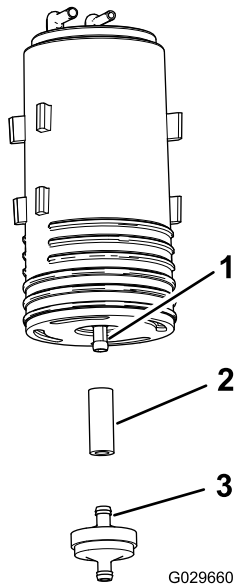

Bild 49
4. Entfernen Sie den Aktivkohlefilter und den kurzen Abschnitt des Schlauchs vom unteren Anschlussstück des alten Aktivkohlefilters (Bild 49).
5. Befestigen Sie den Schlauch am unteren Anschlussstück des neuen Aktivkohlefilters (Bild 49).
6. Setzen Sie das Anschlussstück des neuen Aktivkohlefilters in den Schlauch ein (Bild 49).